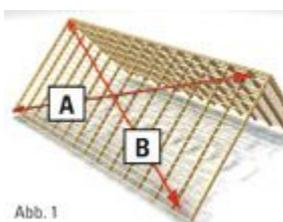

Abb. 1
**Prüfen der Dachwinkel** Vor Montagebeginn **Profilbleche** Dach auf Maßgenauigkeit prüfen; zu diesem Zweck sollte Dach diagonal ausgemessen werden (**Abb. 1**). Eine Maßdifferenz zwischen Maß **A** und Maß **B** von bis zu 20 mm ist bei der Montage von Ortgangwinkeln (seitliche Abschlüsse) ausgleichbar. Falls größere Maßdifferenzen auftreten, sollte die Traufe (unterer Rand) als Bezugspunkt dienen, indem entlang der Traufe eine Schnur gespannt wird. Überlängen v. Trapezblech an First u./o. Ortgängen wären